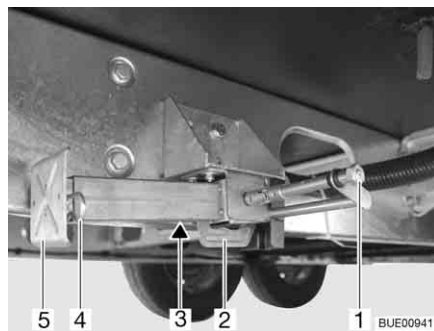

Fig. 25 Vérin stabilisateur
- Placer la clé à pipe sur l'écrou à six pans (Fig. 25,1) et tourner jusqu'à ce que le vérin stabilisateur soit en position verticale vers le bas.
- Lorsque la longueur des vérins stabilisateurs est réglable, faire sortir la goupille (Fig. 25,4) de la rallonge du pied d'appui (Fig. 25,5).
- Placer la clé à pipe sur l'écrou à six pans (Fig. 25,1) et tourner jusqu'à ce que le vérin stabilisateur se dégage du sol.
- Rentrer complètement la rallonge du pied d'appui (Fig. 25,5) et insérer la goupille (Fig. 25,4) dans le trou prévu à cet effet.
- Tourner l'écrou à six pans (Fig. 25,1) jusqu'à ce que les vérins stabilisateurs soient pivotés vers le haut et que la glissière (Fig. 25,2) soit arrivée complètement à l'extrémité de la fente (Fig. 25,3).